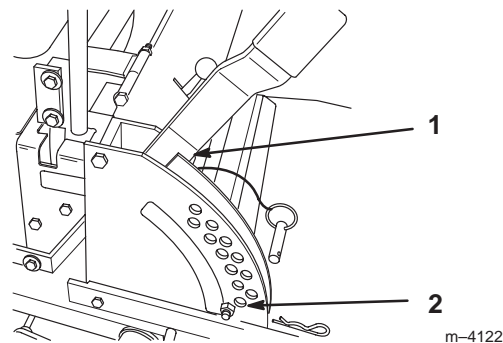

Figure 57
2. Vérifiez la pression des quatre (4) pneus et réglez-la à 90 kPa (13 psi) au besoin.
4. Relevez le plateau de coupe en position de transport (Fig. 57). Détendez les deux grands ressorts de levage du plateau en desserrant autant que possible l'écrou de blocage et l'écrou avant, devant chaque ressort (Fig. 58).
inférieur central avant de la tondeuse, pas sous les supports des galets de protection. Sélectionnez la hauteur de coupe de 38 mm (1-1/2") (Fig. 57).
14. Déplacez le levier de relevage du plateau de coupe à la position de transport (Fig. 57).